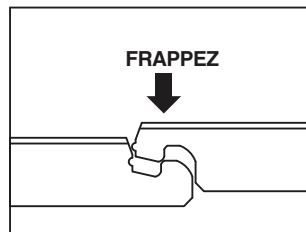

Fig. 2
- Utilisez des espacateurs le long des côtés qui touchent aux murs pour maintenir un espace de dilatation de 6 mm à 13 mm (1/4 po à 1/2 po). Un espace de dilatation est requis autour du périmètre de la pièce ainsi que contre tout objet fixe. Posez les pièces de gauche à droite. Verrouillez les joints en alignant la languette d'extrémité avec la rainure de la planche précédente quand on tapote les joints ensemble. (Fig 2)